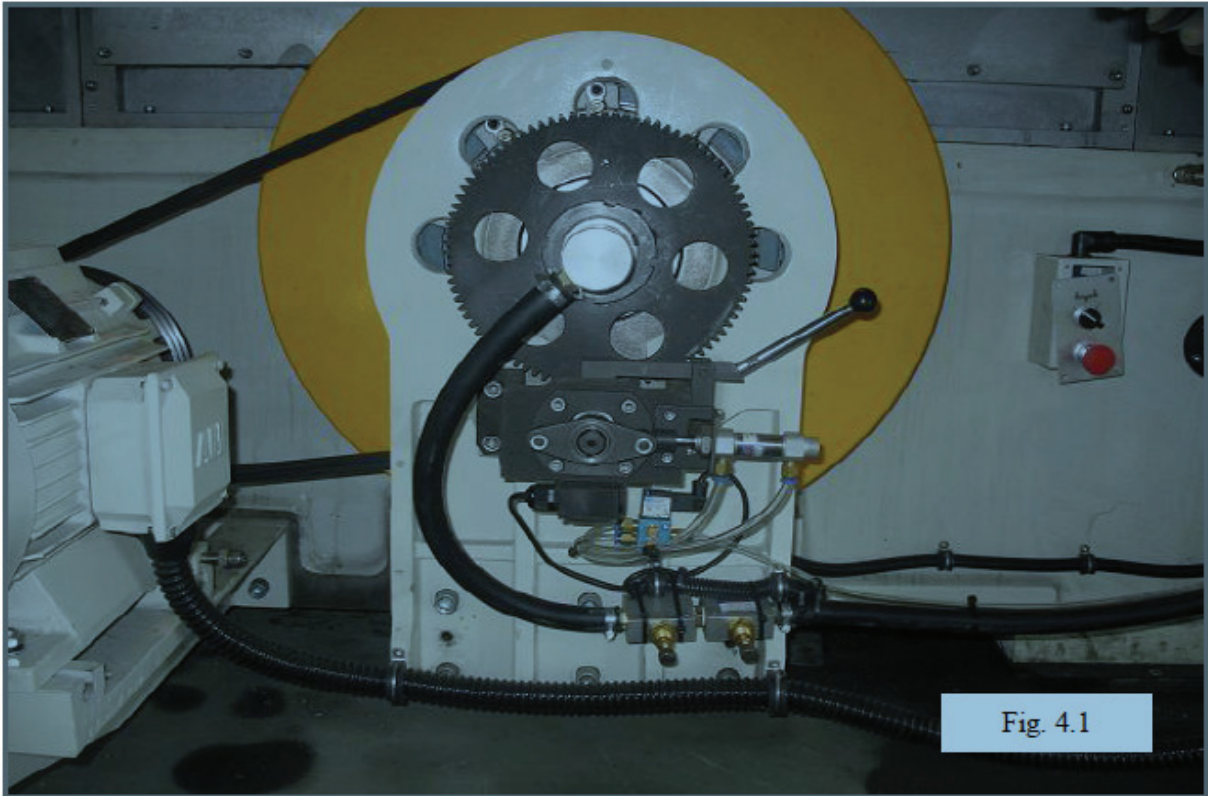

Fig. 4.1
- Engranajes de reducción para mecanismo de accionamiento manual. (fig. 4.1)